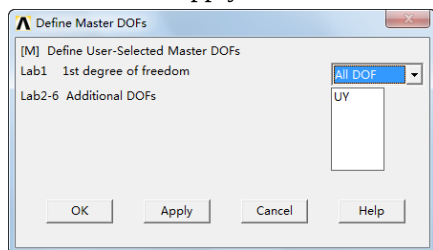

图 14-29 定义主自由度
选择“UY”，如图 14-29 所示，单击“Apply”按钮。
⑤弹出“Define Master DOFs”拾取菜单，用鼠标在屏幕上拾取编号为 2 的节点，单击“OK”按钮，弹出“Define Master DOFs”对话框，在“Lab1 1st degree of freedom”下拉列表中选择“UY”，如图 14-29 所示，单击“OK”按钮。